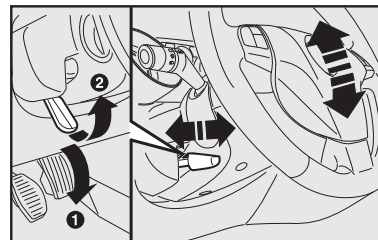

fig. 12
VOLANTE - fig. 12
- 1) Desplace la palanca **A** hasta la posición **1-fig. 12**.
- 3) Vuelva a poner la palanca en la posición **2-fig. 12** para trabar nuevamente el volante.